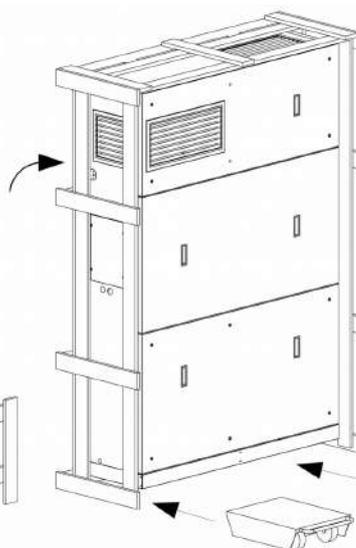

Fig.27
- Sollevare (min. 2 persone) utilizzando la struttura in legno come sostegno (Fig. 27).
- Trasportare la macchina nel sito con l'ausilio di carrelli, o trasmpallet come sotto raffigurato (Fig. 27 - 28).
- Lift (minimum 2 people) using the wooden structure as support (Fig. 27).